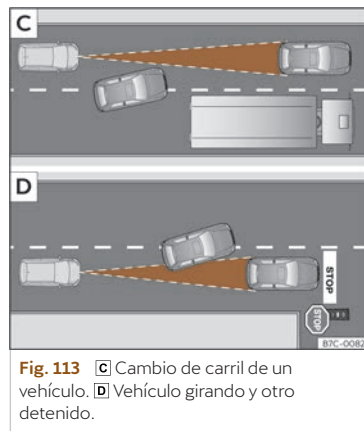

Fig. 113 **C** Cambio de carril de un vehículo. **D** Vehículo girando y otro detenido.
- Vehículos que cambien al carril por el que usted circula a poca distancia de su vehículo >>> **fig. 113 C**.
El ACC no reacciona ante vehículos detenidos. Si, p.ej., un vehículo detectado por el ACC gira o se aparta y delante del mismo se encuentra un vehículo detenido, el ACC no reaccionaría ante este último >>> **fig. 113 D**.